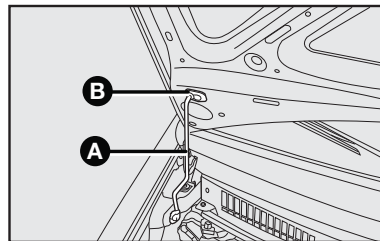

fig. 104
- 4) introduzir a extremidade da vareta **A** na abertura **B** do capô do motor fig. 104.
- 1) manter levantado o capô com uma mão e, com a outra, tirar a vareta **A**-fig. 104 da abertura **B** e repô-la no seu dispositivo de bloqueio;